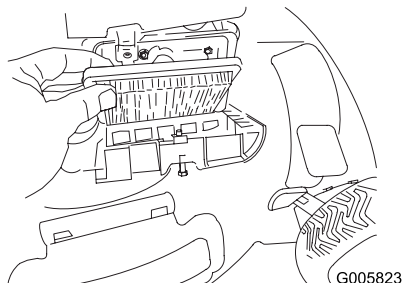

Bild 38
2. Tauschen Sie den Luftfilter aus (Bild 38).